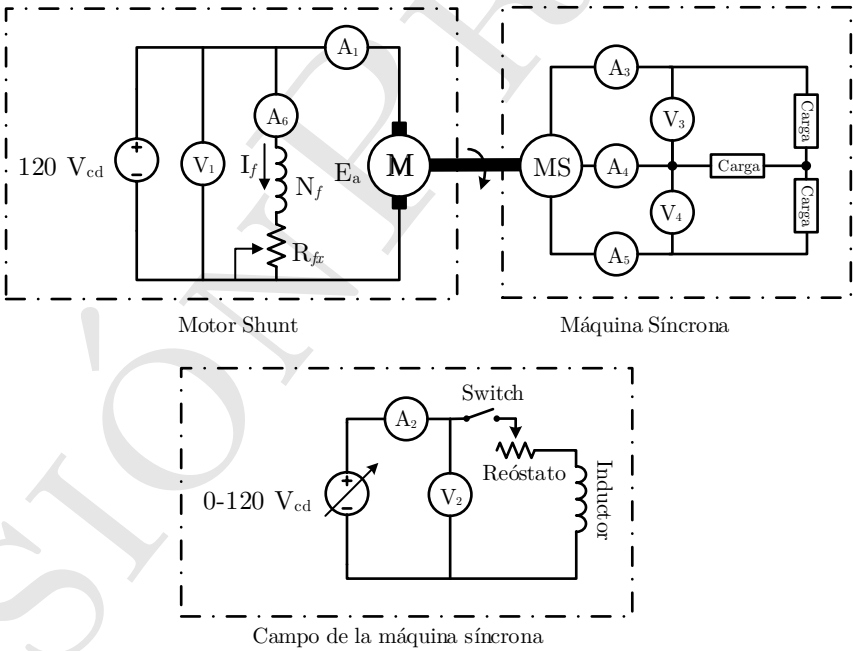

Figura 1: Conexiones para obtener la característica externa del generador síncrono.
- 1.1. Armar el circuito que se muestra en la Figura 1. Dejar abiertas las terminales de la armadura del generador síncrono que está conectado en Y. Posteriormente se conectarán las cargas.